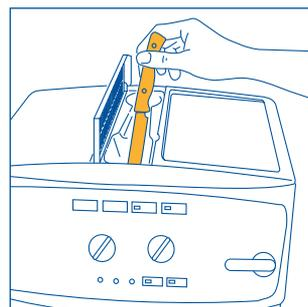

Fig. 20
**NOTA 5:** Se, deitando mais de uma colher doseadora de café pré-moído, o funil ficar obstruído, empurre o café com uma faca (fig. 20) e, depois, retire e limpe o infusor e a máquina conforme descrito no parágrafo 10.2 "Limpeza do infusor".